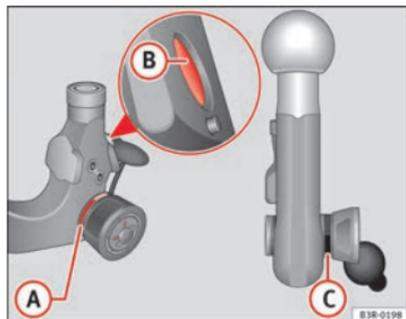

Abb. 154 Abnehmbare Anhängervorrichtung: Kugelstange
- Überprüfen Sie, ob sich die rote Markierung **(A)** ⇒ Abb. 154 am Handrad im Bereich der schwarzen Kennzeichnung an der Kugelstange befindet.